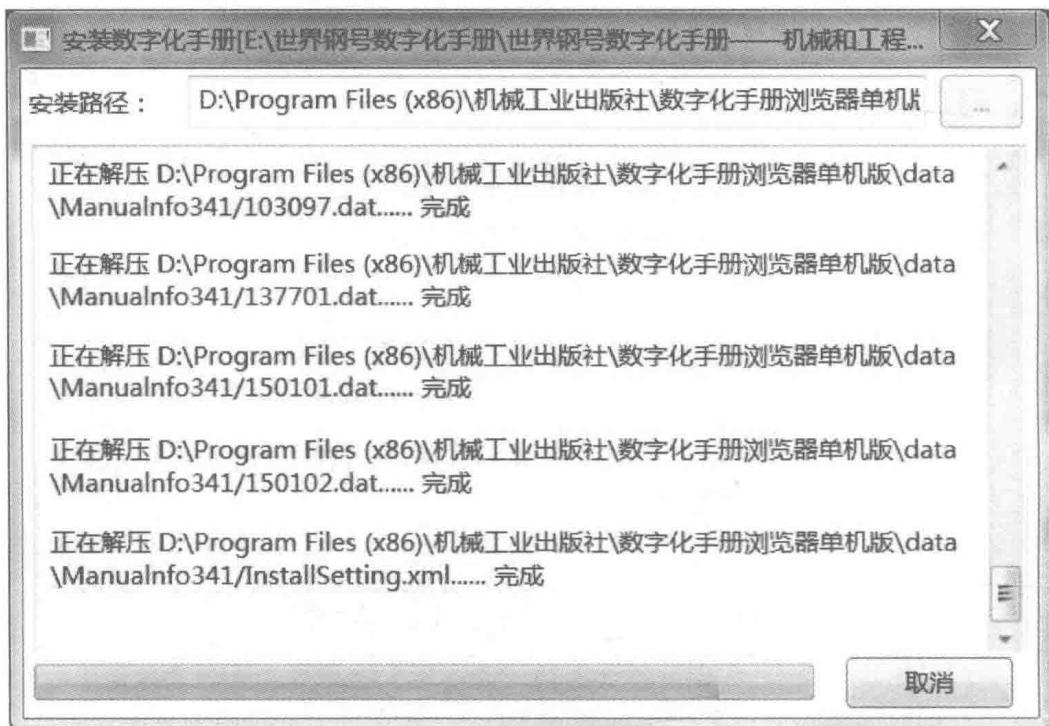

图 1-9 安装数字化手册
8) 数字化手册浏览器安装完成后，开始安装数字化手册（见图 1-9）。显示数字化手册的安装路径，并验证安装包，将数字化手册解压到指定目录。